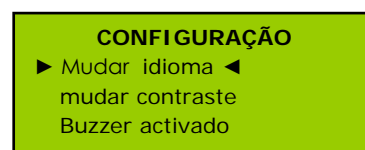

Figura 21.
- "Mudar idioma" permite seleccionar o idioma em que se mostram as opções dos menus. Para seleccioná-la, coloque os cursores junto a esta opção como se mostra na Figura 21 e prima [ENTER].